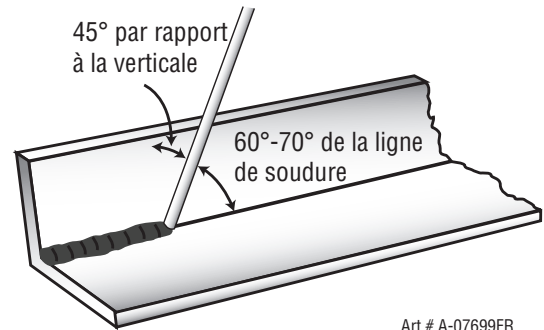
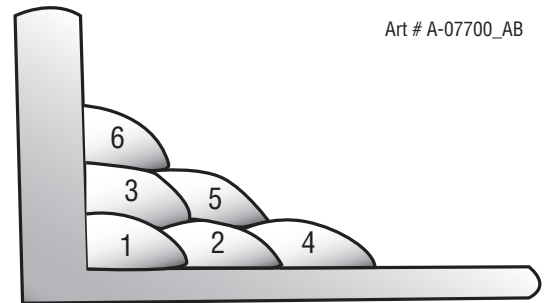

Figure 4-13 : Position de l'électrode pour une soudure d'angle HV
Figure 4-14 : Plusieurs passages sur soudure d'angle HV
Une cornière est un bon exemple, ou encore, deux bandes d'acier pointé (assemblé au point) ensemble à angle droit. Au moyen d'une électrode de 1/8 po (3,2 mm) positionner la cornière avec une patte à la verticale et l'autre, à l'horizontale. Cette Position est connue comme une soudure d'angle horizontale-Verticale (HV). Percuter l'arc et amener immédiatement l'électrode à une position perpendiculaire à la ligne de l'angle et à 45° de la verticale. Certaines électrodes doivent aussi s'éloigner d'un angle de 20° de la position perpendiculaire pour empêcher le laitier de devancer la soudure. Se reporter à la Figure 4-13 Ne pas essayer d'accumuler trop de métal, au plus 1/4 po (6,4 mm) de largeur avec une électrode de 1/8 po (3,2 mm) au risque de voir le métal fondu s'affaisser vers la base et un caniveau se former sur la patte verticale. Procéder à plusieurs passages comme illustré à la figure 4-14. Il n'est pas recommandé d'entrecroiser les passages dans les soudures d'angle VH.